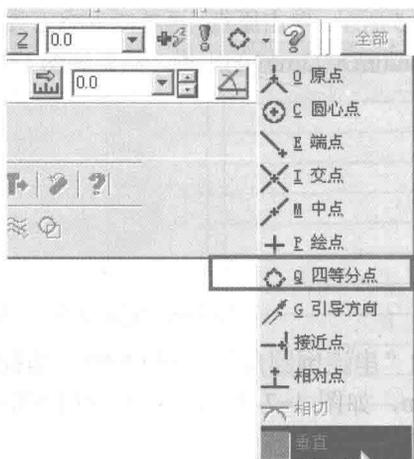

图 1-11 四等分点捕捉选项
5) 绘制4条相切直线。单击“草图”工具栏上的“绘制任意线”按钮，四条直线均经过圆的象限点，因此使用象限点捕捉的方式创建的水平和垂直线即为圆的相切线。单击动态工具条中的“四等分点”捕捉选项，如图1-11所示。靠近左边直径为25mm圆的6点